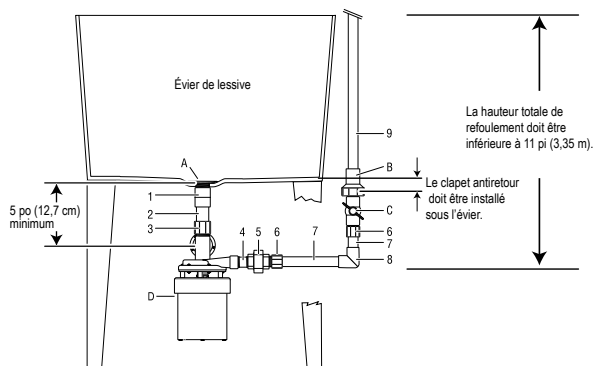

Figure 2 : pompe installée (reportez-vous à la figure 1 pour les noms des pièces)
- Un espace de 5 po (12,7 cm) est nécessaire entre le dessous de l'évier et l'entrée pour assurer un bon fonctionnement, consultez la figure 2.